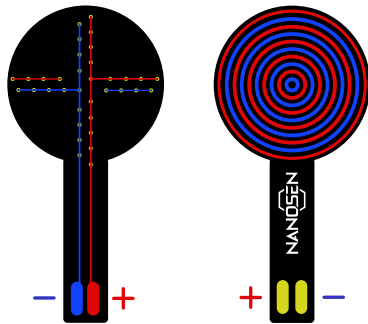

Abbildung 1: Kontaktierung der Elektrode
- Die Leiterbahnen der Elektrode sind abwechselnd durchkontaktiert (Abbildung 1)